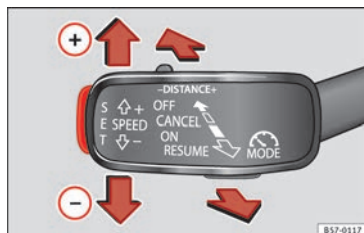

Fig. 50 À gauche de la colonne de direction : troisième levier de commande du GRA.
• Connecter le GRA : placez le troisième levier sur **ON** » **fig. 50**. Le système se met en marche mais il n'effectue aucune régulation car aucune vitesse n'a été programmée.
• Activer le GRA : appuyez sur le bouton **SET** » **fig. 50**. La vitesse est mémorisée et maintenue.
• Déconnecter le GRA temporairement : déplacez le levier en position **CANCEL** » **fig. 50** et relâchez ou appuyez sur la pédale de frein. Le réglage est désactivé temporairement.
• Reconnecter le GRA : déplacez le levier en position **RESUME** » **fig. 50** puis relâchez-le. La vitesse mémorisée sera de nouveau enregistrée et régulée.
• Déconnexion du GRA : déplacez le troisième levier sur la position **OFF** » **fig. 50**. La vitesse mémorisée est effacée et le système est déconnecté.